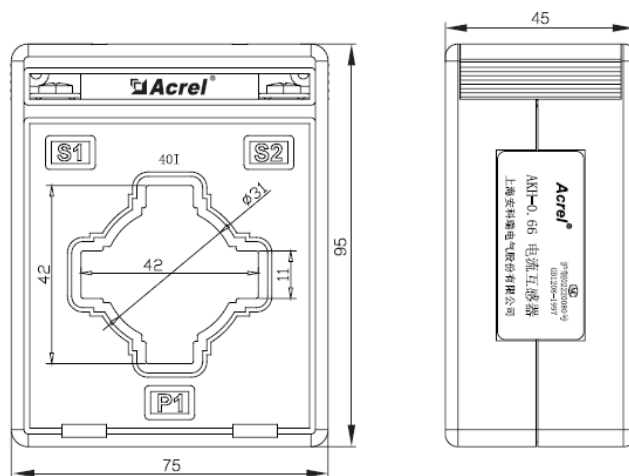

图 6 250A 规格电流互感器外形尺寸
5.4.2 250A 规格电流互感器外形尺寸如图 6 所示（单位：mm）：